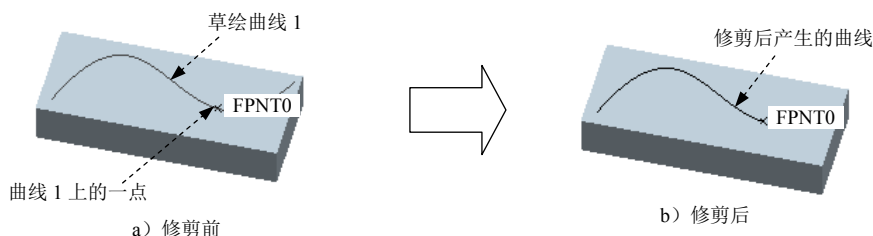

图 8.3.8 用修剪创建基准曲线
Step2. 在图 8.3.8 所示的模型中，选择草绘曲线 1。